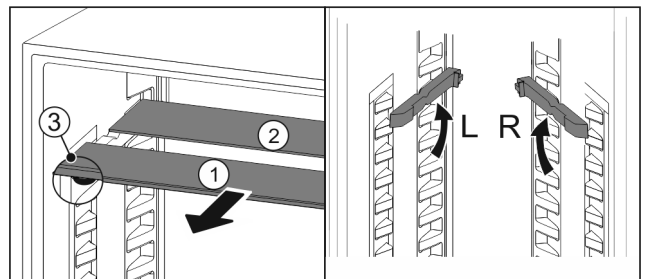

Fig. 112
- ▶ 将玻璃隔板逐个向前拉出 Fig. 112 (1)。
- ▶ 带装饰条的玻璃隔板 Fig. 112 (1)在前。
- ▶ 阻挡装置 Fig. 112 (3)指向下方。